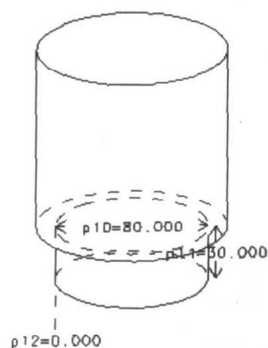

图 1-13 创建圆台
(2) 选取【插入】/【成形特征】/【圆台】命令, 创建如图 1-13 所示圆台 (直径: 80, 高 30)。